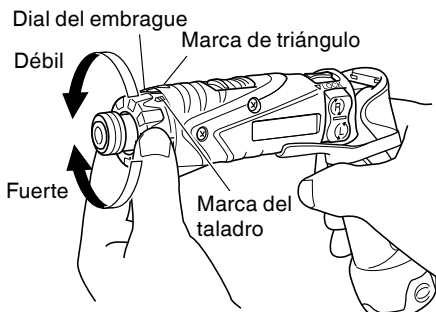

Fig. 8
6. Confirmar la posición del dial del embrague (Ver la Fig. 8).
### (2) Indicación del par de apriete (Consulte la Fig. 8)
- (3) Ajuste del par de apriete (Consulte la Fig. 8)